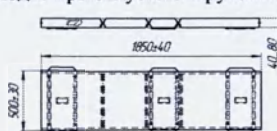

Рисунок 3. Носилки-матрац НМ-ММ
4.3. На подвижной верхней части рамы тележки 6 установлены носилки мягкие четырех секционных НМ-ММ 2. Рама носилок (см. рисунок 2) изготовлена из головной 13 и ножной 12 полурам из алюминиевого сплава с покрытием порошковым полимерным и телескопических ручек 14 с обрезиненным наконечником. На раме носилок закреплена: жесткая четырех секционная панель 15 из нержавеющей или оцинкованной стальной листа с покрытием порошковым полимерным и откидные боковые ограждения 16 из стальных труб с покрытием из трубки ПВХ, имеющие фиксацию в верхнем положении. Шарнирное крепление спинной секции панели 17 на раме носилок обеспечивает угол её наклона ступенчато в пределах от 0 до 70° (регулируется с помощью кнопочного механизма 18) для обеспечения транспортировки пациента в положениях «сидя», «полулежа» и «лежа». Складная двухсекционная ножная часть панели 19 (регулируется с помощью кнопочного механизма 20) обеспечивает транспортировку пациента в функциональном положении тела с согнутыми в коленях ногами. Для установки стойки капельницы 4, изготовленной из нержавеющей трубы, в полураме 13 предусмотрены отверстия. На раме носилок закреплены ремни фиксации пациента 21 из ленты полиэфирной. Носилки имеют четыре жестких опоры 22. На носилках размещается четырех секционный носилки-матрац НМ-ММ 23 (см. рисунок 3), изготовленный из пенополиуретана в чехле из материала тентового с поливинилхлоридным покрытием с 6-ю ручками из ленты для перекладки и переноски пациента.